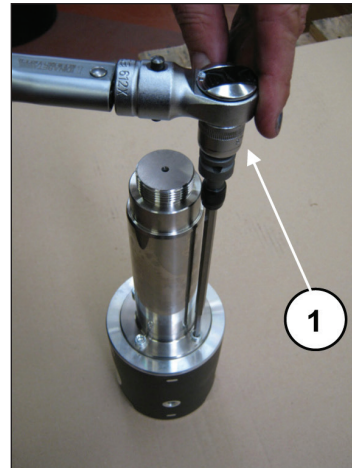

Abb. 41
Spannen Sie die Kolbenführung mithilfe des speziellen Werkzeugs in einen Schraubstock und eichen Sie die Schrauben mit einem Drehmomentschlüssel (Pos. ①, Abb. 41) gemäß Angaben in Kapitel 3.